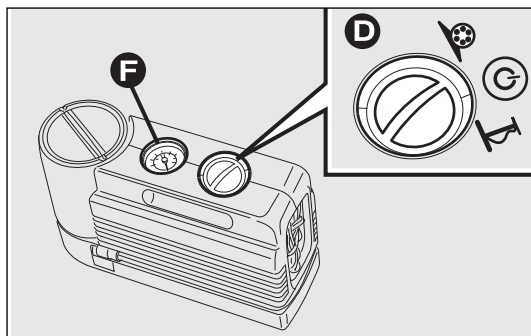
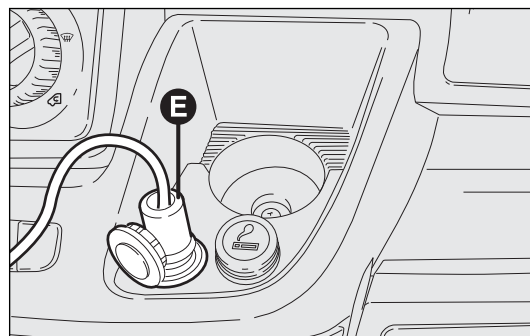

fig. 179
fig. 180
- ☐ conectar el enchufe E-fig. 180 a la toma de corriente de 12V más cercana y poner el motor en marcha. Girar el selector D-fig. 179 hacia la izquierda a la posición de reparación. Accionar el kit pulsando el interruptor on/off. Inflar el neumático a la presión descrita en el apartado «Presión de inflado» del capítulo «Datos técnicos».
Para obtener una lectura más precisa, se aconseja comprobar el valor de la presión en el manómetro F-fig. 179 con el compresor apagado y sin mover el selector central de la posición de reparación;